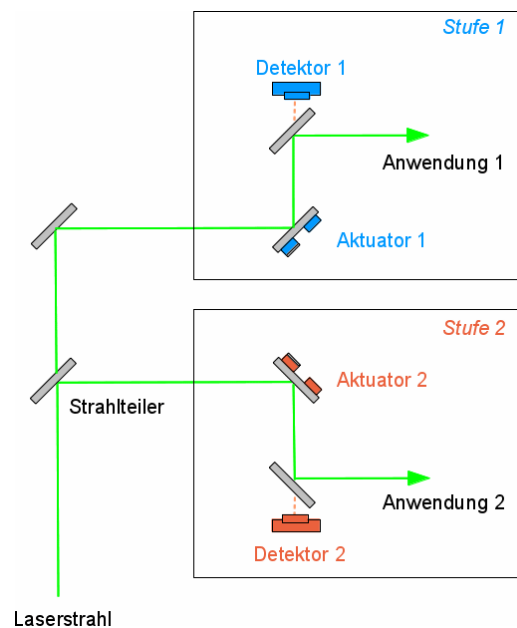

Abbildung 13: Aufbau eines 4-Achsen-Systems als doppeltes 2-Achsen-System.
- Abbildung 13 zeigt schließlich einen anderen Aufbau, bei dem das 4-Achsen-System als doppeltes 2-Achsen-System genutzt wird. Das heißt, die beiden Regelstufen des Controllers werden dazu benutzt, zwei voneinander unabhängige Laserstrahlen zu stabilisieren.